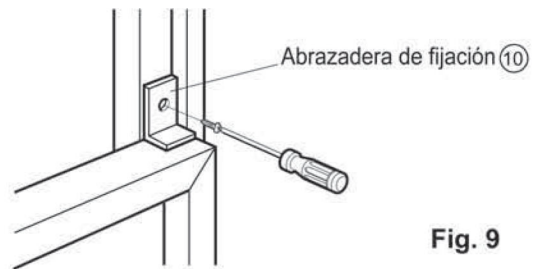

Fig. 9
12. Agregue la abrazadera de fijación ⑩ con un tornillo Tipo C ③ (ver Fig. 9)